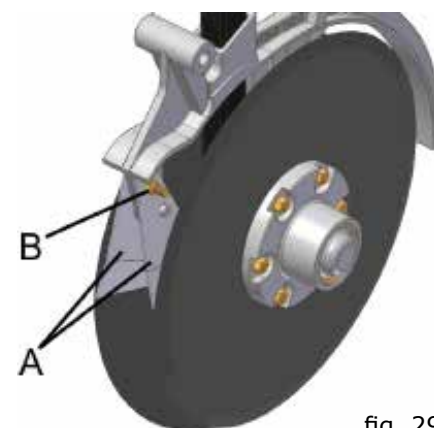

fig. 29
Realize periodicamente a regulagem dos limpadores (A) (fig. 29) dos discos duplos defasados. Para fazer o ajuste dos limpadores, aperte o parafuso e porca (B). Ajuste de tal forma que mantenha a eficiência de limpeza. Não aperte em demasia para não ocasionar desgaste excessivo nos limpadores (A).